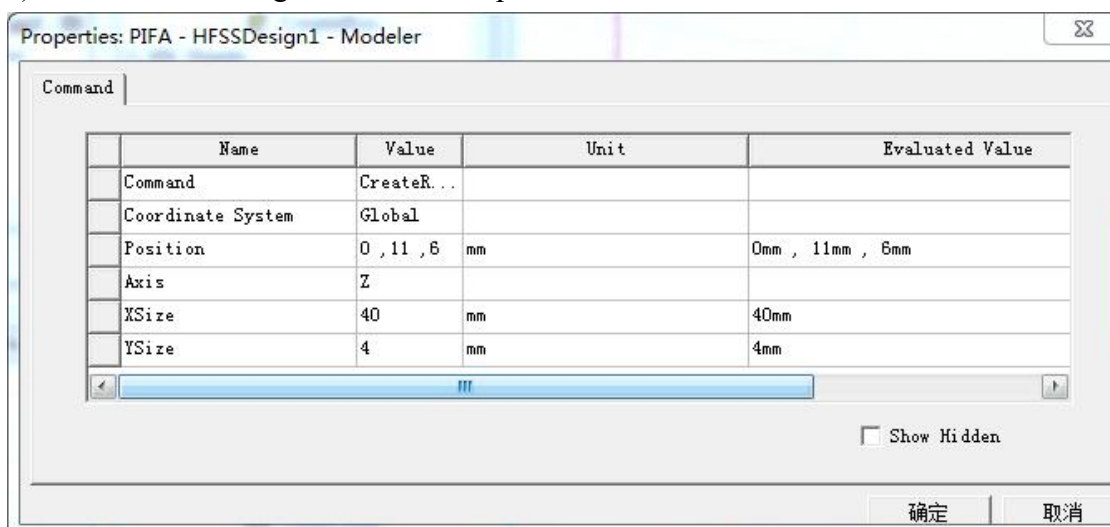

图 7
c) Draw—>Rectangle 设置名称为 patch3，颜色为绿色，设置大小位置如图 7: